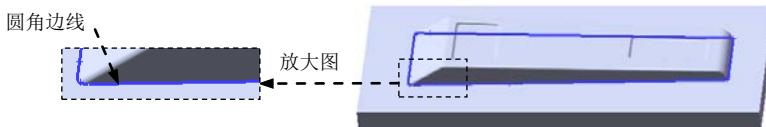

图 12.2.32 圆角边线
(1) 选择命令。选择下拉菜单 **插入(I)** → **特征(E)** → **圆角(U)...** 命令（或单击 按钮），系统弹出“圆角”对话框。
(2) 定义圆角类型。采用系统默认的圆角类型。
(3) 定义圆角对象。选取图 12.2.32 所示的边线为要圆角的对象。
(4) 定义圆角的半径。在 **圆角项目(1)** 区域的 文本框中输入圆角半径值 1.5，选取 **切线延伸(G)** 复选框。
(5) 单击 按钮，完成圆角 9 的创建。